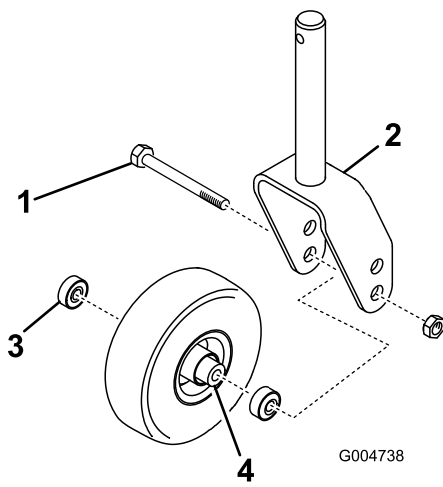
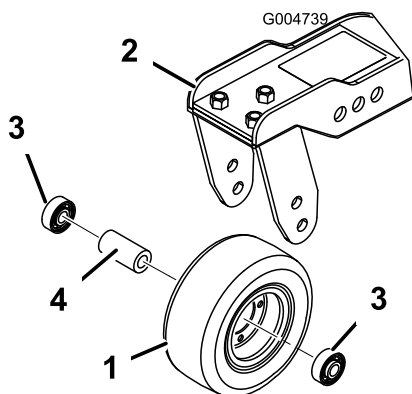

Bild 89
Bild 90
- Entfernen Sie die Sicherungsmutter von der Schraube, mit denen das Laufrad in der Mitte der Laufradgabel (Bild 89) oder am Laufradgelenkarm (Bild 90) befestigt ist. Halten Sie das Laufrad fest und schieben die Schraube aus der Gabel oder vom Gelenkarm ab.
2. Entfernen Sie das Lager aus der Radnabe und lassen das Lagerdistanzstück herausfallen (Bild 89 und Bild 90). Entfernen Sie das Lager aus der gegenüberliegenden Seite der Radnabe.